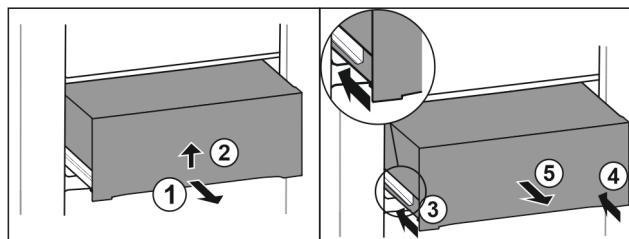

Fig. 40
- ▶ Estrarre il cassetto a metà. Fig. 40 (1)
- ▶ Sollevare il cassetto nella parte inferiore. Fig. 40 (2)
- ▶ Inserire la guida sinistra. Fig. 40 (3)
- ▶ Inserire la guida destra. Fig. 40 (4)
- ▶ Rimuovere il cassetto tirandolo in avanti. Fig. 40 (5)